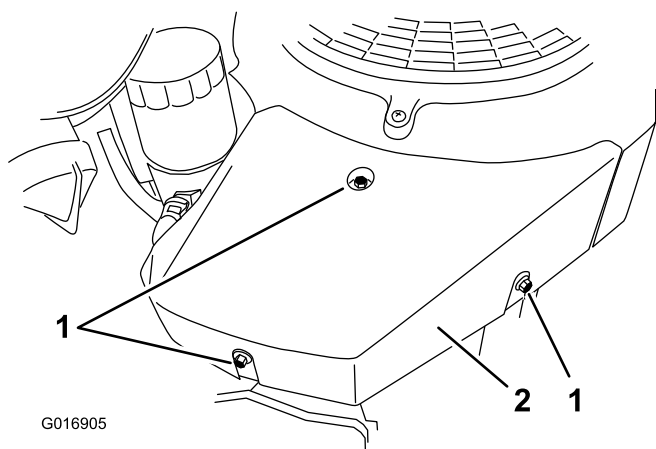

Figura 77
3. Retire la cubierta de la derecha retirando el tornillo de montaje superior y afloje los dos tornillos laterales (Figura 77).
4. Retire el tornillo de montaje superior y afloje los dos tornillos laterales de la cubierta de la izquierda (Figura 77).